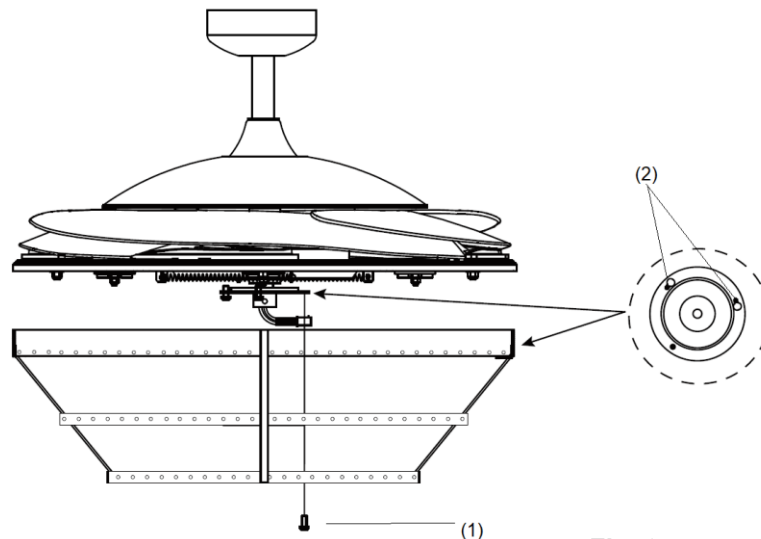

Fig. 6
INSTALLAZIONE DEL KIT LUCE (Fig. 6 e 7)
1. Allentare la vite (1) dal supporto sul ventilatore. Allineare le due viti con i fori (2) sulla staffa del kit luce (7) (Fig. 6).
2. Ruotare il kit luce in senso antiorario finché le viti non sono fissate saldamente all'estremità delle fessure (2).
3. Fissare la vite (1) al supporto del paralume. Serrare tutte le tre viti. Non avvitarle eccessivamente.